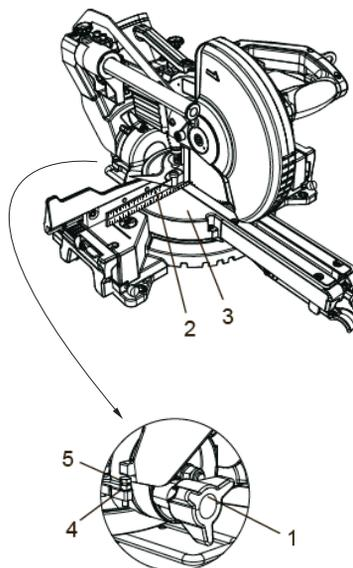

Рис. 11
1. Ослабить ручку блокировки наклона (1) и наклонить режущий блок пилы вправо до упора. Затянуть ручку блокировки наклона (1) (рис. 11).
2. Поместить комбинированный поверочный угольник (2) на поворотный стол (3) таким образом, чтобы линейка лежала на столе, а пятка угольника упиралась в режущий диск.
3. Если диск не находится под углом 90° к поверхности стола, ослабить ручку блокировки наклона (1), отклонить режущий блок пилы влево, ослабить стопорную гайку (4) на регулировочном винте наклона (5) и ключом на 10 отрегулировать этим винтом угол.
6. Затянуть ручку блокировки наклона (1) и стопорную гайку по завершении регулировки.